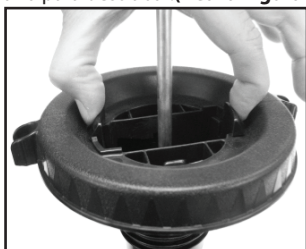
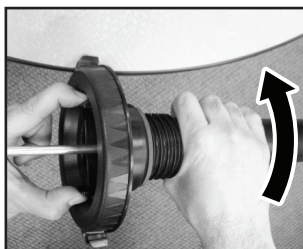

Figura 2
Figura 3
2. Para desensamblar la tapa de la bomba o el cilindro de la bomba, apriete las trabillas (Vea la Figura 2) que traban el cilindro a la tapa, y mientras apoya el sujetador de extensión sobre una mesa o banco, gire el cilindro en sentido antihorario para destrabar. (Vea la Figura 3)